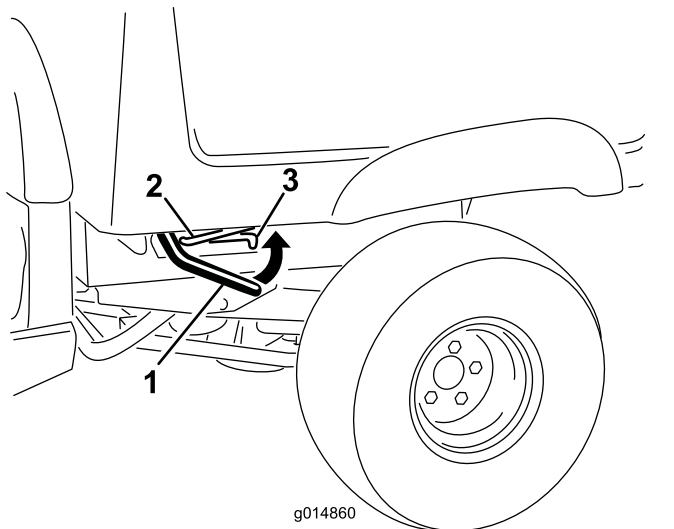

Bild 1
4. Heben Sie den Hebel an beiden Seiten der Ladepritsche an und heben Sie die Ladepritsche an (Bild 1).